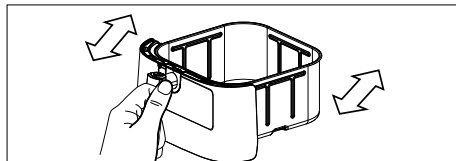
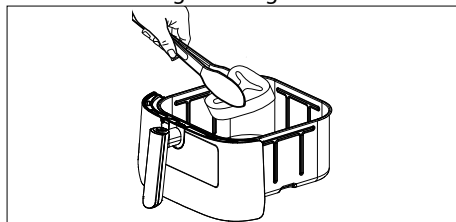

Fig. 4 – Agitar
Fig. 5 – Dar la vuelta
- ▶ Para obtener los mejores resultados, agite la cesta de freír [7] (**véase Fig. 4**) o dé la vuelta a los alimentos (**véase Fig. 5**) durante el tiempo de cocción, en especial, si los alimentos se superponen. A mitad del tiempo de cocción, se emiten señales acústicas en los programas seleccionados para recordarle que debe redistribuir los alimentos.